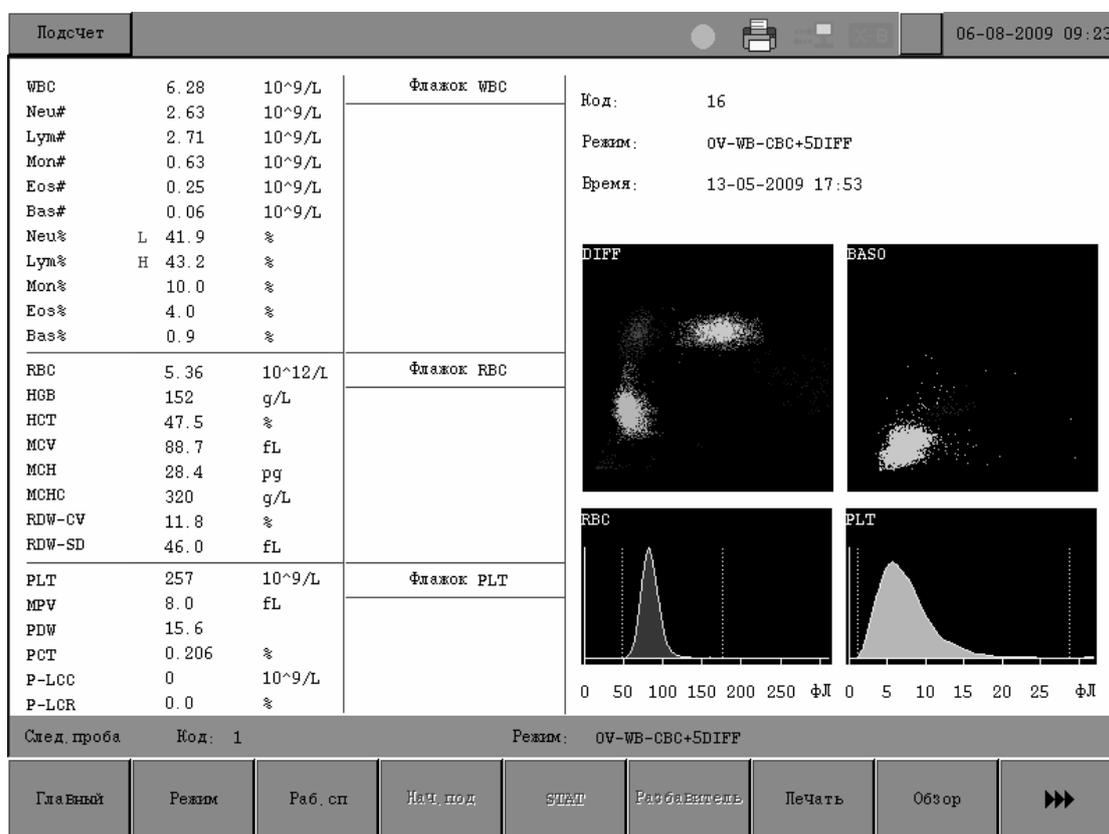

Рисунок 9-15 Экран «Подсчет»
1. Откройте экран «Главный» на правах администратора. **НАЖМИТЕ** кнопку «Подсчет», чтобы открыть следующий экран (Рисунок 9-15).